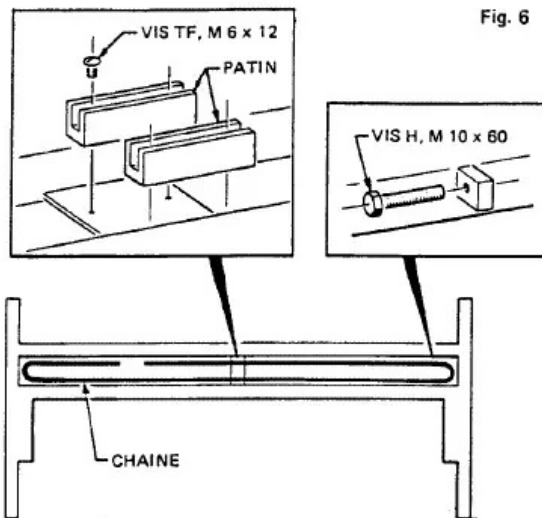

Fig. 6
- Fixer les patins guide-chaîne sur la tôle centrale du châssis (Fig. 6).
- Placer la chaîne dans le châssis suivant Fig. 6.